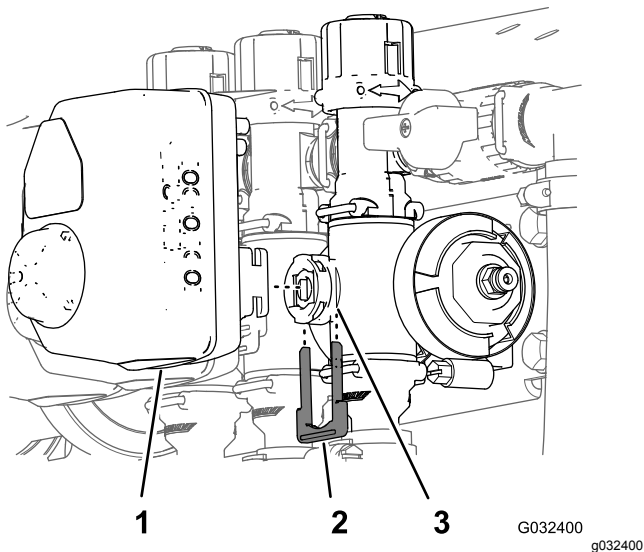

图56
- 取下将致动器固定至喷洒臂段阀门总成上的歧管阀的卡环图56。
2. 从歧管阀拆下致动器图56。